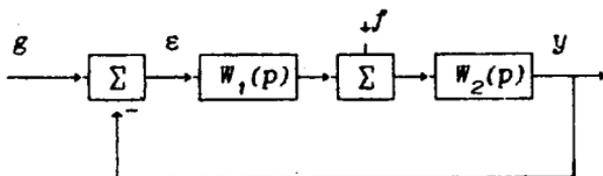

Рис. 4.2
2. Для системы (рис. 4.2) определите порядок астатизма по отношению к задающему и возмущающему воздействиям, если